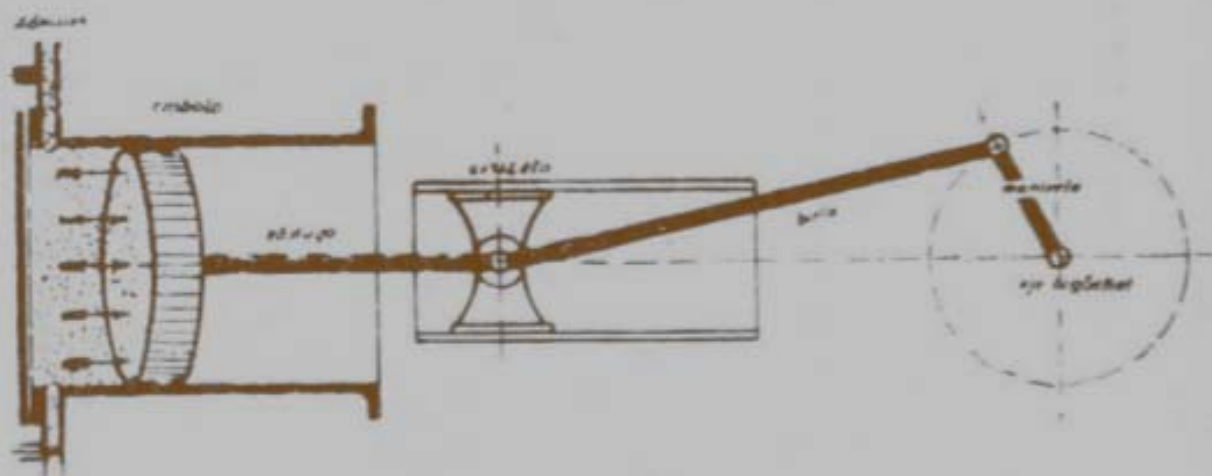

Fig. 25.—Funcionamiento de un motor provisto de émbolo.
2) Los llamados motores de reacción sean turbinas o motores a cohete (2) que funcionan aprovechando la fuerza de reacción o retroceso que ejercen gases o líquidos a alta presión mientras salen (expanden) sufriendo una depresión repentina sobre el mismo mecanismo que les facilita la salida. Un ejemplo bien conocido de una turbina de reacción, son los aparatos que se usan en los jardines para regar.
3) Los motores caracterizados por un émbolo, donde la fuerza expansiva de vapor, de aire o de otro gas a alta presión y encerrado en un cilindro, empuja el émbolo movable en el mismo cilindro. (Fig. 25). El movimiento rectilíneo del émbolo se transforma en un movimiento giratorio por intermedio de la cruzeta y de la biela, o como ocurre generalmente con los motores para automóviles, solamente por una biela.